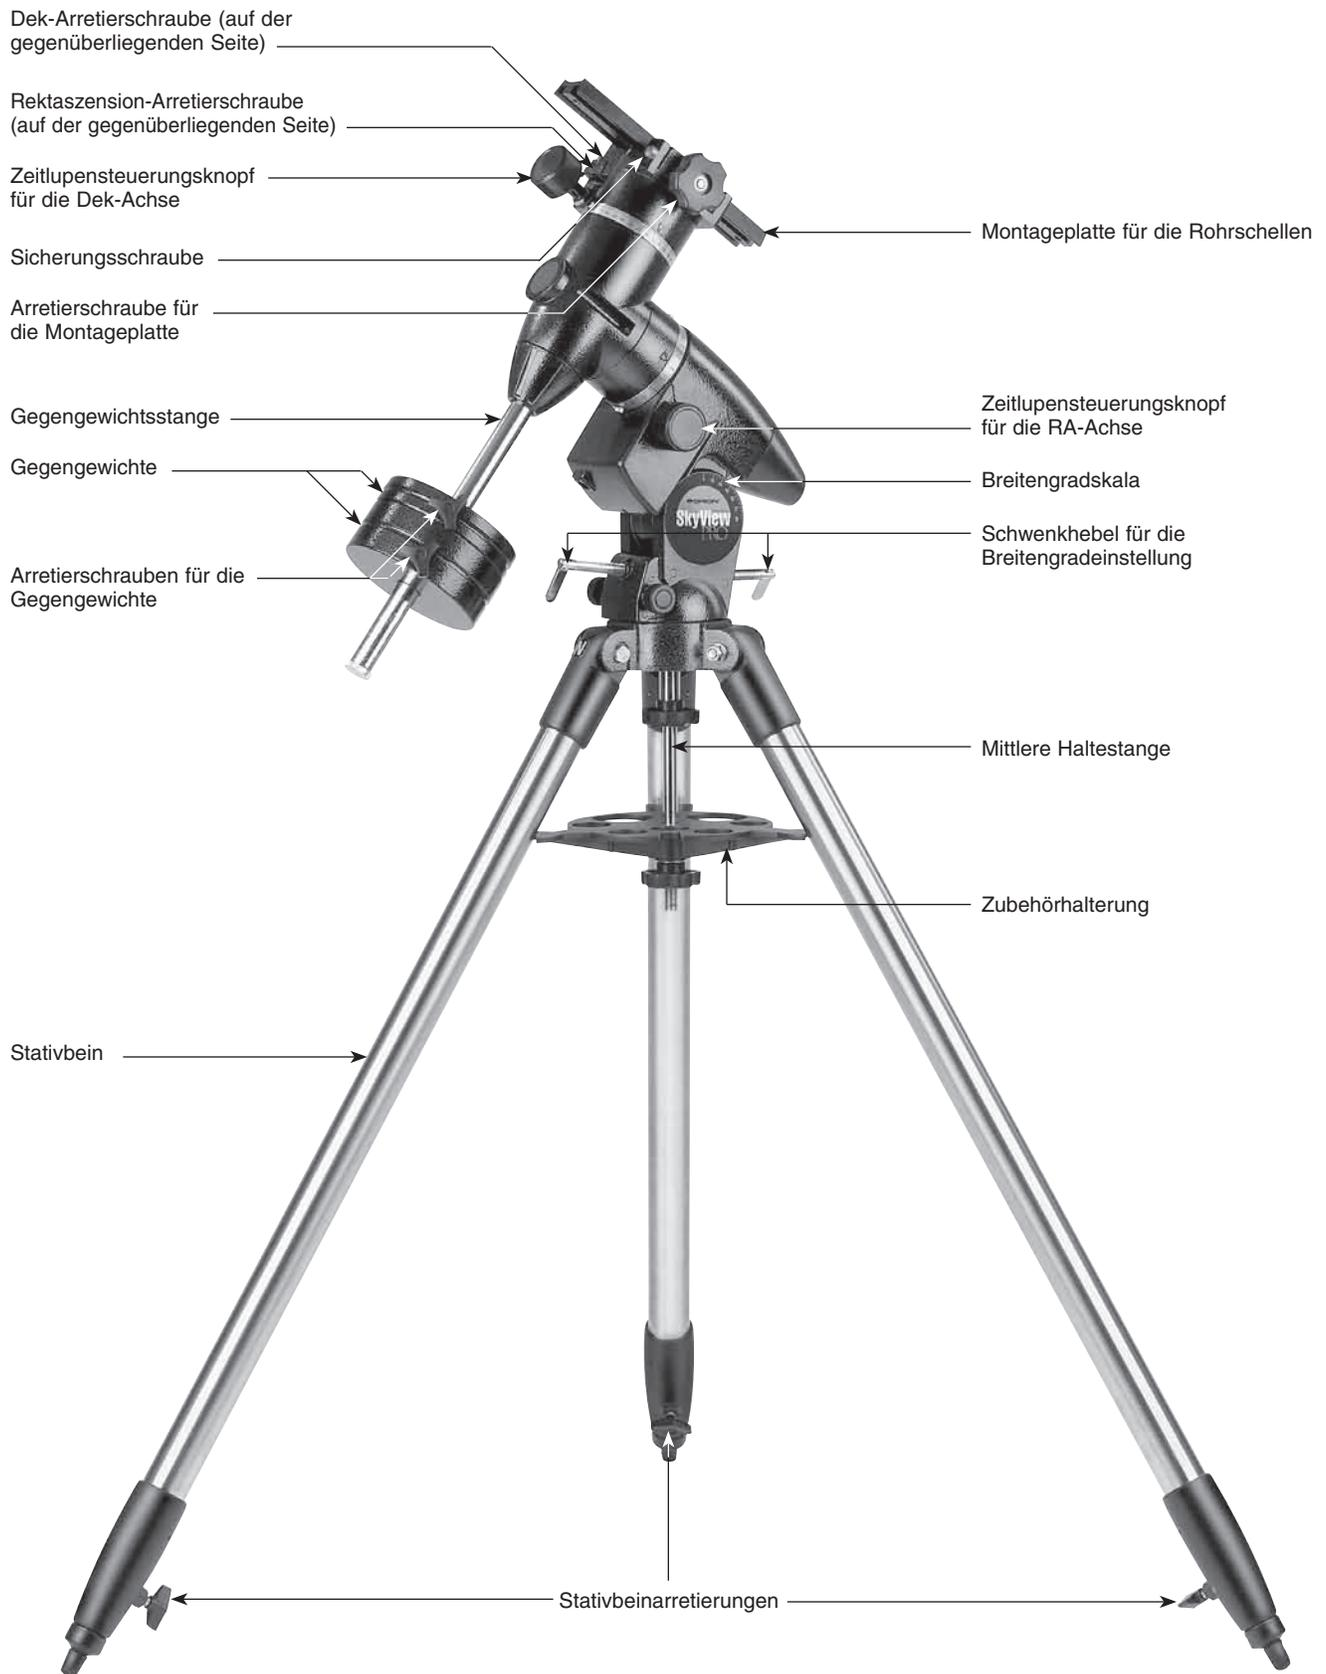

Abbildung 1. Die SkyView Pro EQ-Montierung.
4. Schrauben Sie die Schwenkhebel für die Breitengradeinstellung in die Rückseite der parallaktischen Montierung, wie in Abbildung 1 gezeigt.
Ihre SkyView Pro EQ Montierung ist nun vollständig zusammengebaut und sollte Abbildung 1 ähneln.